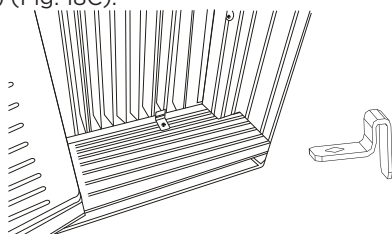

Fig. 18C
3. Fije los marcos de la cerradura al alféizar de la ventana usando dos tornillos de 3/4" (19 mm) (Fig. 18C).